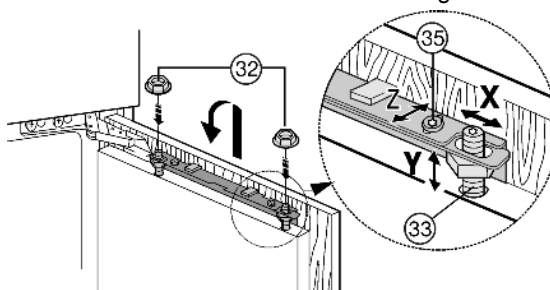

Fig. 23
- ▶ Mettre la porte du meuble sur les boulons d'ajustage Fig. 23 (33) et visser les contre-écrous Fig. 23 (32) sur les boulons d'ajustage sans trop serrer.
- ▶ Ajuster la porte du meuble à hauteur de Y et en l'inclinant sur le côté : régler les boulons d'ajustage Fig. 23 (33) à l'aide d'un tournevis.
- ▶ Serrer les contre-écrous Fig. 23 (32).